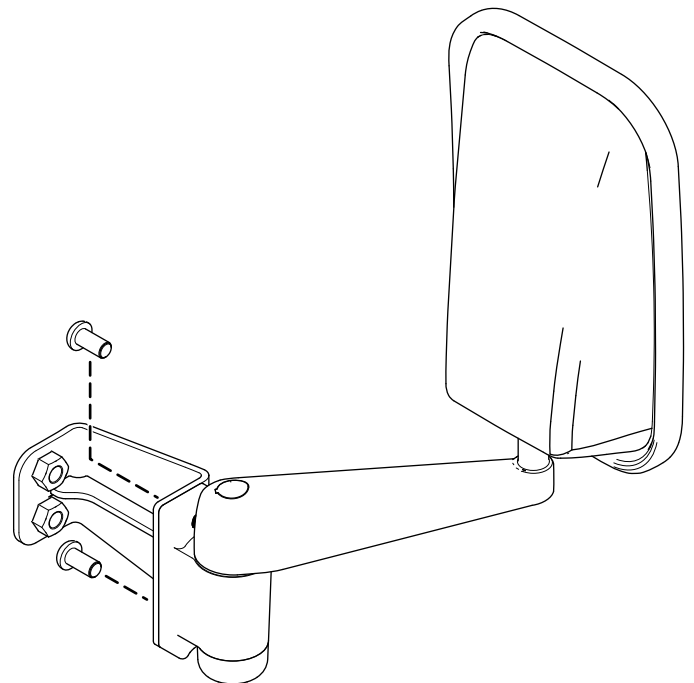

Figure 1
1. Fixez le rétroviseur sur son support à l'aide de 2 vis Torx (Figure 1).